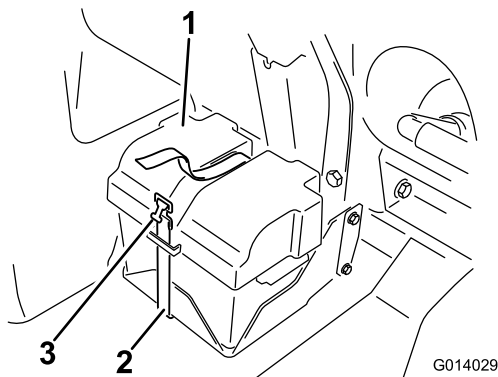

图 80
2. 拆下电池盖从电池电极上断开负极黑色接地线图 80。
4. 安装电池盖使用之前拆下的箍带将盖子箍紧图 80。